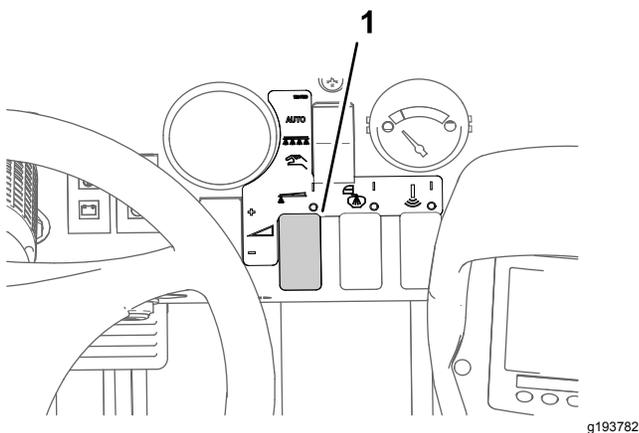

Figura 33
8. Utilice el interruptor de caudal para obtener la presión de fumigación deseada, según lo indicado en la Guía de selección de boquillas proporcionada con el fumigador (Figura 33).